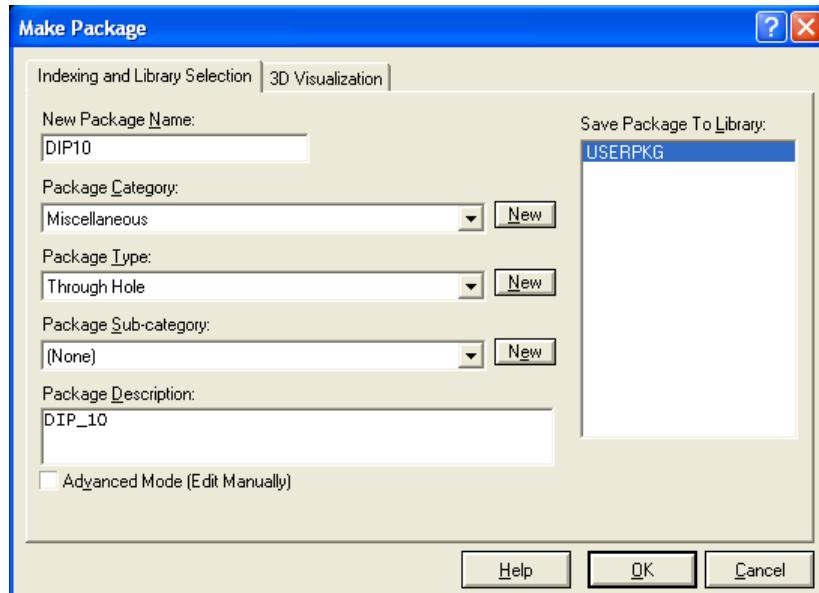
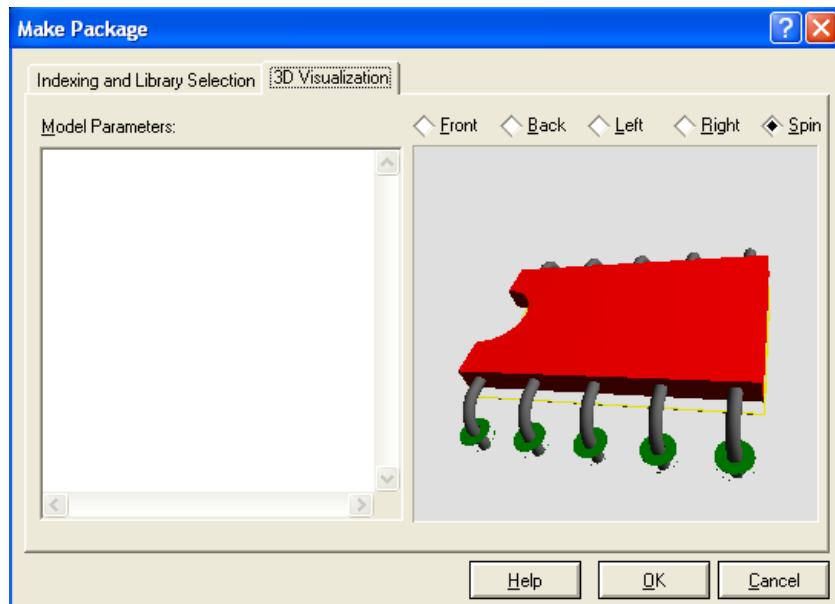

Figura 90: Janela **Make Package** para configuração da biblioteca.
Figura 91: Janela **Make Package** para visualização em 3D do *package*.
11. Abrirá a janela **Make Package**, representada pela figura 90, na qual faremos a configuração de biblioteca: nome, categoria, tipo, referente ao package em questão. Na aba **3D Visualization** é possível visualizar o encapsulamento em 3D, conforme figura 91.